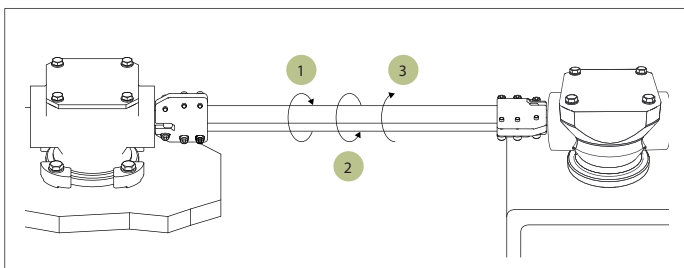

Рис. 61. Вращение вала между крайними положениями
1. Ослабьте многоотверстную муфту. Поверните вал сначала до крайнего положения на одной стороне, затем до крайнего положения на другой стороне. Наконец, поверните вал наполовину назад. См. рис. 61.